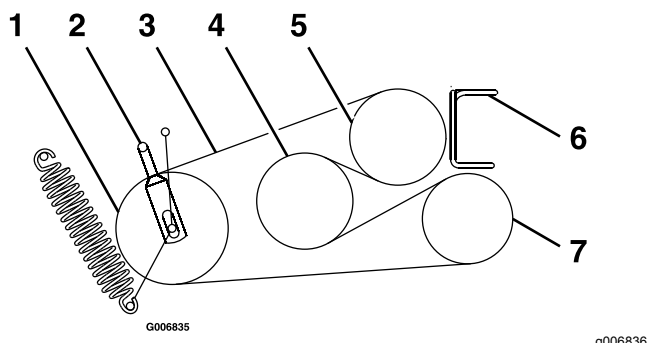

Figura 56
6. Afloje las guías de la correa **A** y **B** (Figura 56).
8. Enrute las correas nuevas alrededor de las poleas, según se muestra en Figura 56.